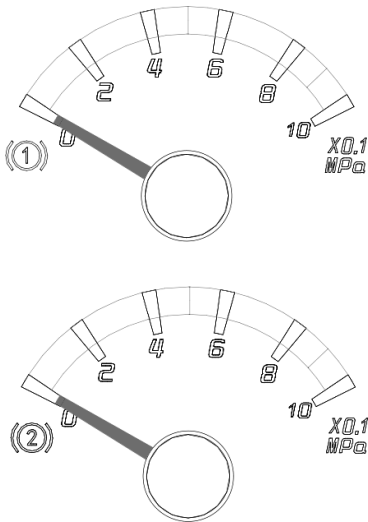

Fig. 6 Medidor de presión de aire.
3.2.1 Medidor de presión de aire (Izquierda) Ver Fig. 6.